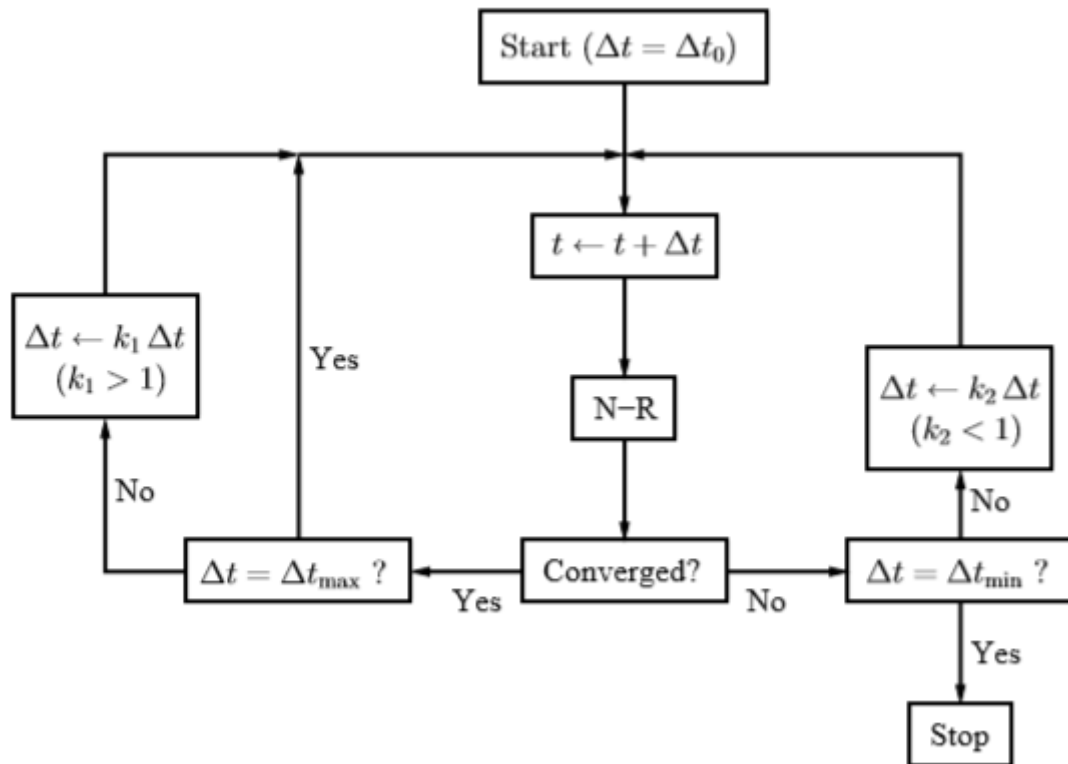

Рис. 23. Диаграмма метода авто-шагов на основе сходимости N-R итераций
1. Метод `back_euler_auto`: если проблема нелинейная, временно шаг может быть вычислен на основе сходимости N-R метода, как иллюстрируется диаграммой на рис. 23.
* `fctr_stepred` (optional, default=0.05): фактор (k_2 на рис. 23), которым уменьшается временной шаг, если процесс N-R расходится.
* `fctr_stepinc` (optional, default=1.5): фактор (k_1 на рис. 23), которым временной шаг увеличивается, если процесс N-R сходится.
2. `trapezoidal_auto method`: этот метод использует тот же алгоритм (рис. 23) и параметры, что и метод `back_euler_auto`.
3. `trbdf2 method`: если проблема линейная, она решается напрямую, и нет необходимости в использовании методов итерации. По этой причине метод, основанный на сходимости, такой, как показано на рис. 23, исключается. В этих случаях мы можем использовать приближение на базе оценки локального уменьшения ошибки (LTE). В TR-BDF2 схеме [9] временной шаг Δt_{i+1} (то есть, интервал между t_i и t_{i+1}) делится на две части: (a) $\Delta t_1 = \gamma \Delta t_{i+1}$ ($\gamma < 1$), где применяется метод трапеций. Мы будем называть это TR шагом. (b) $\Delta t_2 =$
Если ошибка оказывается слишком большой, вырезается предыдущий временной шаг, TR-BDF2 шаг выполняется с меньшим временным шагом, и ошибка вычисляется вновь. Временной шаг может быть вновь принят или вырезан, в зависимости от ошибки. Основная идея во многом та же, что изображена на рис. 23, за исключением того, что используется оценка LTE (вместо сходимости N-R процесса) для определения, будет ли принят или вырезан заданный временной шаг. Более детально метод описан в [9]. Следующие параметры применимы для метода trbdf2.